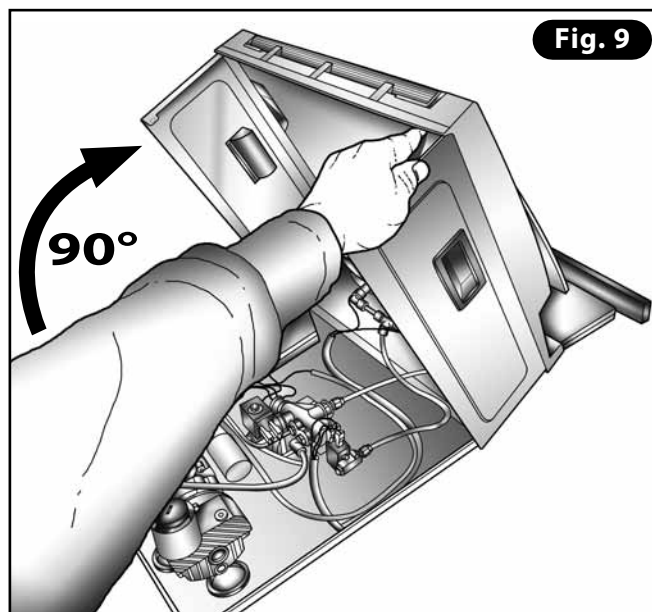

Fig. 9
- 6) Levante la carcasa con ambas manos, girándola 90° y apoyando el frontal en el plano de trabajo (**Fig. 9**).